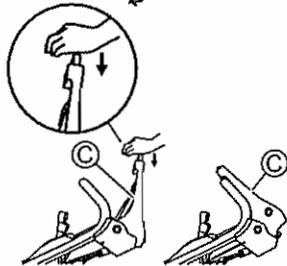

Fig. 18.
3 Poussez le Levier de la lame (C) vers l'avant tout en appuyant sur son bouton jaune. (Voir Fig. 18.) La lame commence alors à tourner.